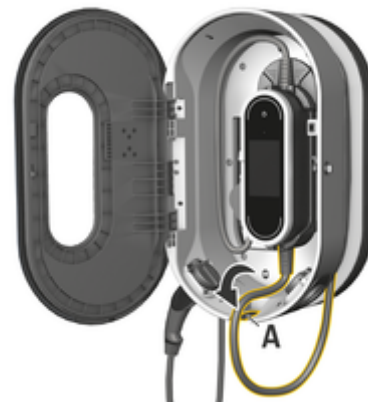

図. 240 コントロールユニットの取り付け
3. 車両ケーブルを開口部 A (図. 240) に通し、余分なケーブルをポルシェ充電ドックの周囲に巻いてください。